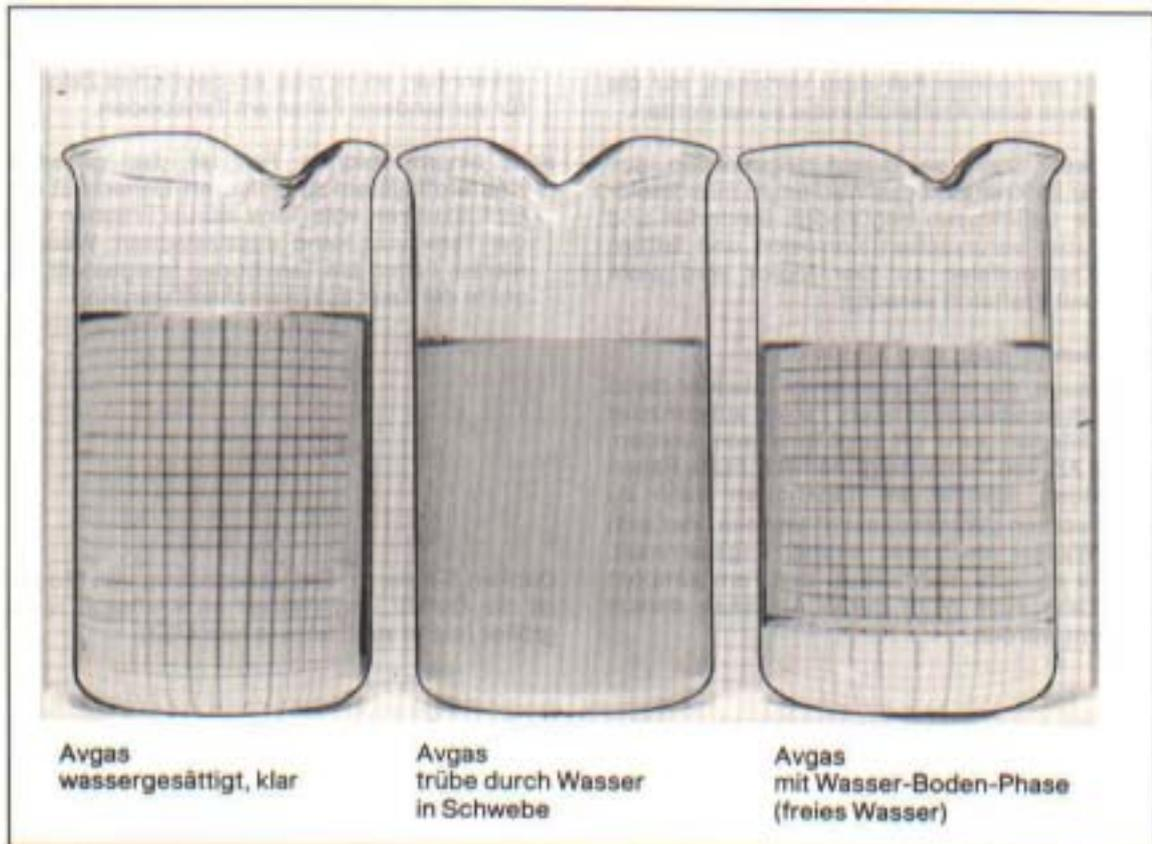

Bild 1
2. Ist der getankte Kraftstoff bereits „wassergesättigt“, (Punkt 2 im Diagramm) so bewirkt eine Abkühlung das sofortige Ausscheiden eines Teils des gelösten Wassers. Kraftstoff und Wasser sind nun nicht mehr in Molekülform vermischt, sondern das Wasser ist jetzt zu kleinen Tröpfchen zusammengeballt, die gleichmäßig im Kraftstoff verteilt sind. Der Kraftstoff erscheint trübe! (siehe Bild 1). Auch das in Schwebelage befindliche Wasser verursacht noch keine Störungen des Motorbetriebs, solange bei einer Umgebungstemperatur geflogen wird, die oberhalb des Gefrierpunktes liegt. Ist sie aber darunter, so besteht die Gefahr, daß die in Schwebelage befindlichen Tröpfchen gefrieren und als Eiskristalle den Kraftstoff durchsetzen.
Schließlich kann Wasser auch in Form von freiem Wasser im Kraftstoff auftreten. Aufgrund der größeren Dichte, welche das Wasser gegenüber dem Kraftstoff besitzt, sinkt dieses zu Boden und setzt sich an den tiefsten Stellen der Leitungen und Tanks ab. Da Kraftstoff über ein sehr gutes Wassertrennvermögen verfügt, findet keine Vermischung statt. Die Trennlinie zwischen Kraftstoff und Wasser ist sehr gut erkennbar (vergl. Bild 1).
Ein wichtiger Bestandteil der Vorflugkontrolle ist die Entnahme von Kraftstoffproben aus den Schnellablaßventilen der Tanksümpfe. Dieses sollte grundsätzlich vor dem ersten Flug des Tages und nach jedem Auftanken erfolgen, um eventuell im Kraftstoffsystem befindliches freies Wasser feststellen zu können. Dieses ist leicht erkennbar, da — wie bereits erwähnt — keine Vermischung von freiem Wasser und Kraftstoff stattfindet, sondern beide deutlich voneinander getrennt sind (siehe Bild 1).